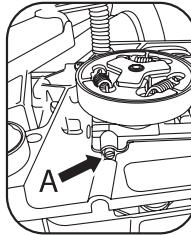

Рис. 7
Данная цепная пила оснащена системой автоматического смазывания, которая обеспечивает подачу необходимого количества смазки к шине и цепи. При увеличении скорости двигателя увеличивается подача масла к шине. Подача масла к шине и цепи может регулироваться вращением винта (A), как показано на (Рис. 7). Вращайте винт по часовой стрелке, чтобы уменьшить подачу масла, и против часовой стрелки, чтобы увеличить подачу масла.